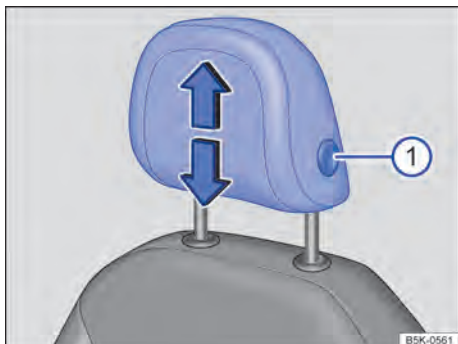

Fig. 71 Apoio para cabeça dianteiro: remover.
- Retirar o apoio para cabeça com o botão → Fig. 71 ❶ pressionado.
- Empurrar o apoio para cabeça totalmente para baixo com o botão → Fig. 71 ① pressionado.